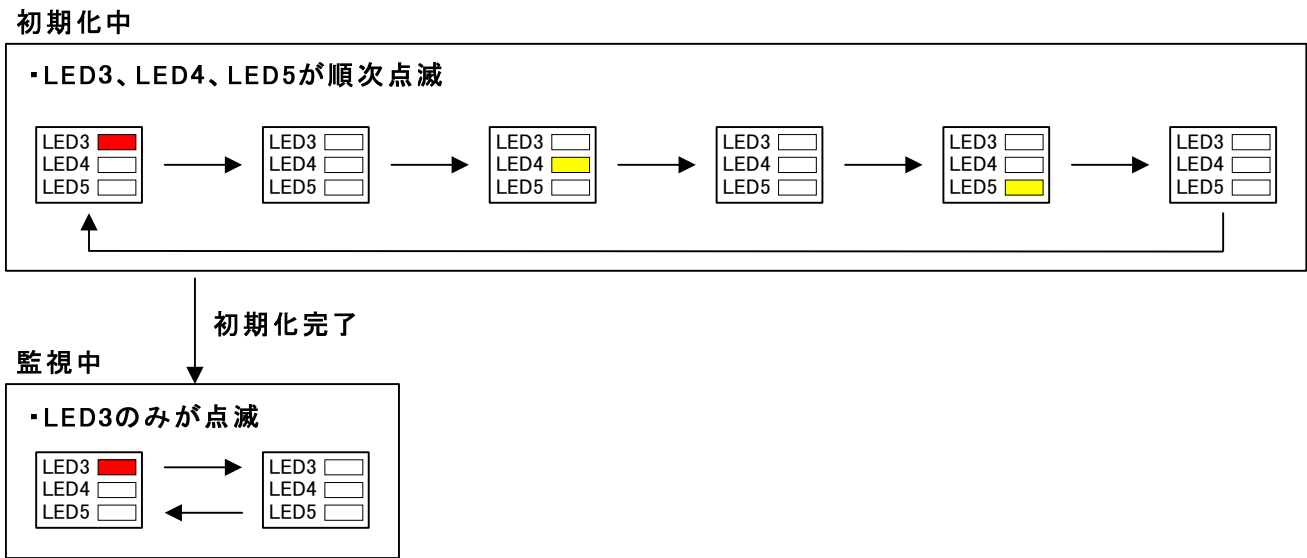

図4.2-2 状態LEDの遷移(初期化～監視中)
- ① 電源を投入します。
- ② 図4.2-2に示すようにLED3～LED5が点灯し最終的にLED3が点滅すれば準備完了です。
- ②-1 初期化中